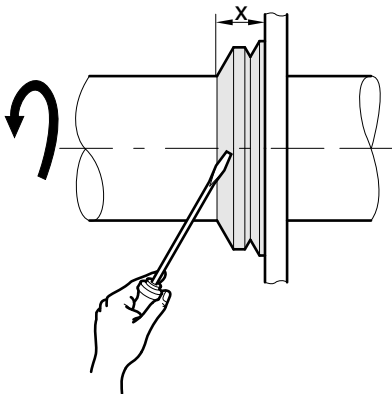

Figura 12: Anel de vedação em V
- Antes de colocar os anéis de feltro (2) novos na tampa do mancal, embeba-os bem em óleo de alta viscosidade a 80°C. O eixo deve deslizar levemente no anel de feltro e este deve envolvê-lo bem radialmente.
- Fazer entrar os anéis de vedação (3) e os anéis em V (1), p. ex., com uma chave de parafusos, rodando simultaneamente o eixo (→ Figura 12).